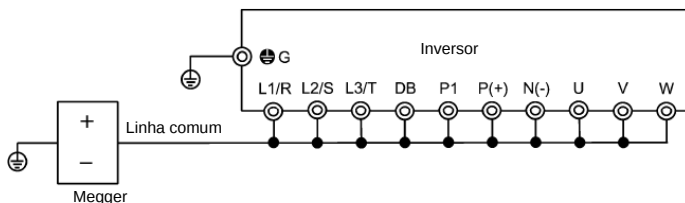

Figura 7.2 Teste Megger
- 3) Conecte os terminais do circuito principal através de um cabo comum, como mostrado na Figura 7.2.